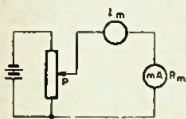

Fig. 1a
**Antwoord:** Hiertoe kunt U te werk gaan zoals in fig. 1a is aangegeven. U stelt de loper van de potentiometer P zodanig in, dat de mA-meter waarvan U de weerstand Rm wil bepalen juist volle uitslag geeft en leest dan op de in serie geschakelde Mavometer af, hoe groot de stroom Im is die daarvoor nodig is. (De Mavometer is in dit geval dus als stroommeter geschakeld.